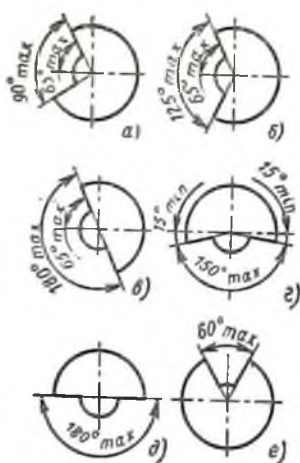

Рис. 13. Наибольшие допускаемые углы раскрытия защитных кожухов для кругов, применимых на:
29. Расположение и наибольшие допускаемые углы раскрытия защитных кожухов должны соответствовать указанным на рис. 13.